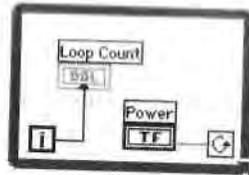

Рис. 6.11
6. Постройте ВП, изображенный на рис. 6.11. Помните, что логические элементы появляются на лицевой панели в состоянии ЛОЖЬ.